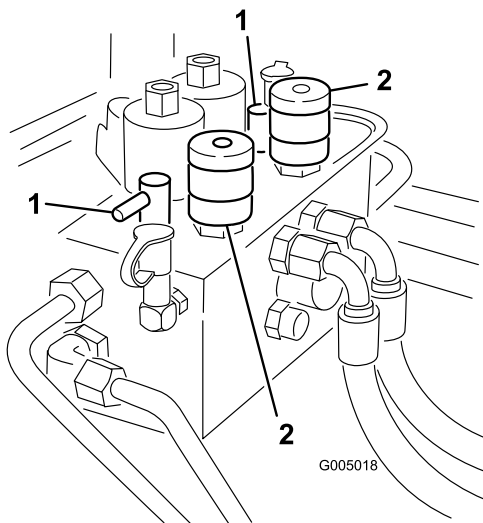

Рисунок 78
3. Найдите ручки выбора скорости барабана и ручки заточки обратным вращением (Рисунок 78). Поверните нужные ручки заточки обратным вращением в положение заточки и нужные ручки выбора скорости барабана в положение 1.